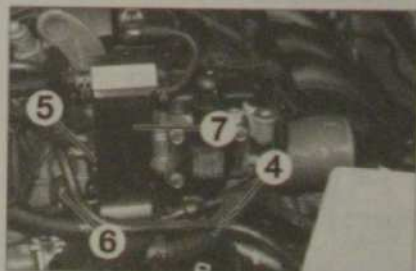

Fig. 71
- le connecteur du thermostat piloté (4) (Fig.71),
- le connecteur de la sonde de température d'eau (5),
- le connecteur de la sonde de pression d'huile (6),
- Soulever et écarter la goulotte de faisceau moteur (7).